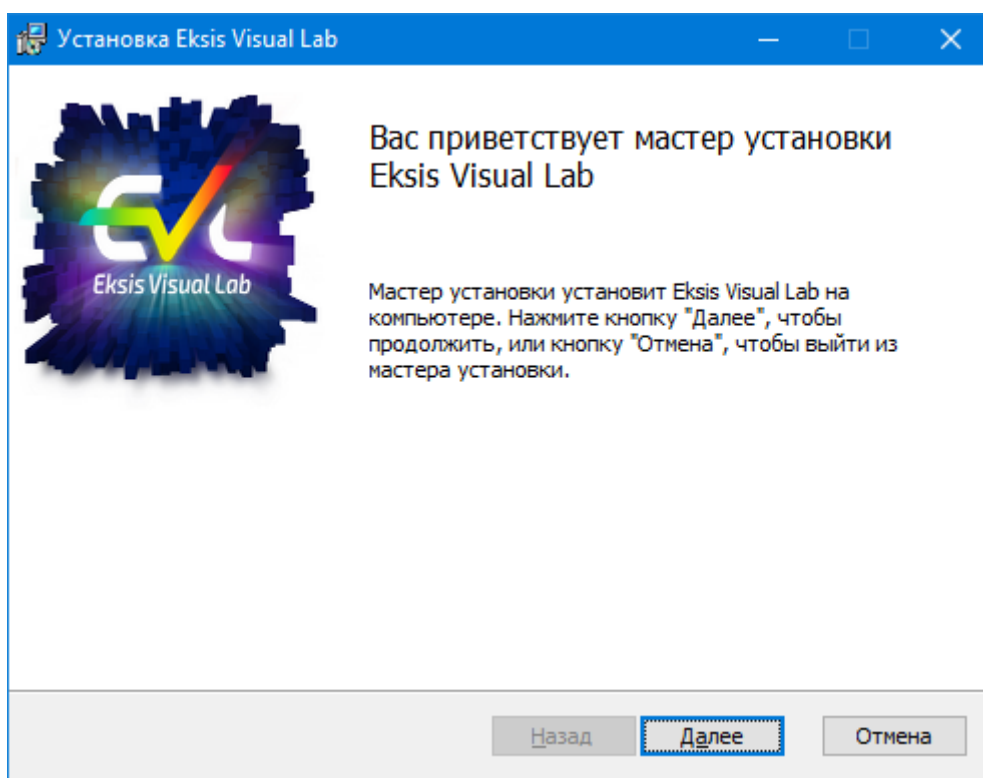

Рис. 2.2. Начало процесса установки программы
1. Приветствие мастера установки (рис. 2.2).